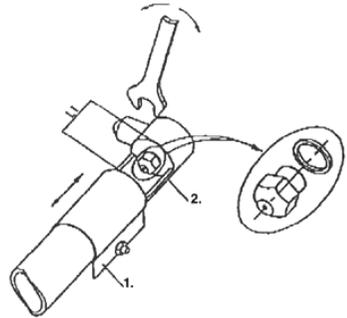

Abb. 5
- Öffnen Sie die Luftzufuhr so weit wie möglich durch verschieben des Einstellringes (**Abb. 5 Pos. 1**).
- Schrauben Sie die Einspritzdüse (**Abb. 5, Pos. 2**) mit einem 10-er Schlüssel heraus.